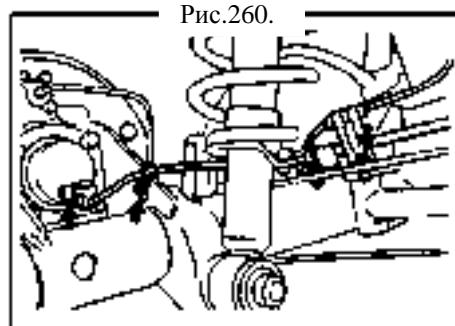

Рис.260.
- 4. Снимите жгут проводов датчика скорости заднего колеса (рис.260).**